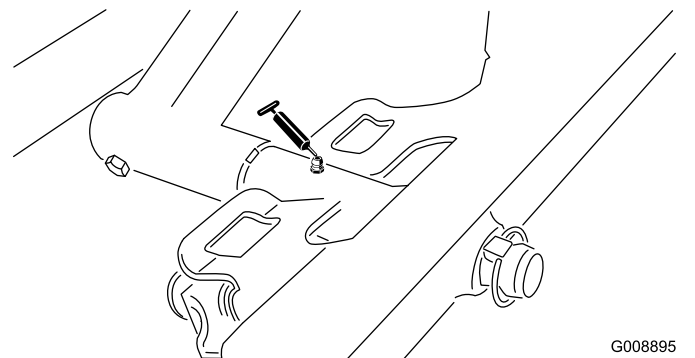

Figure 51
- Pivot de plateau de coupe avant (Figure 51)